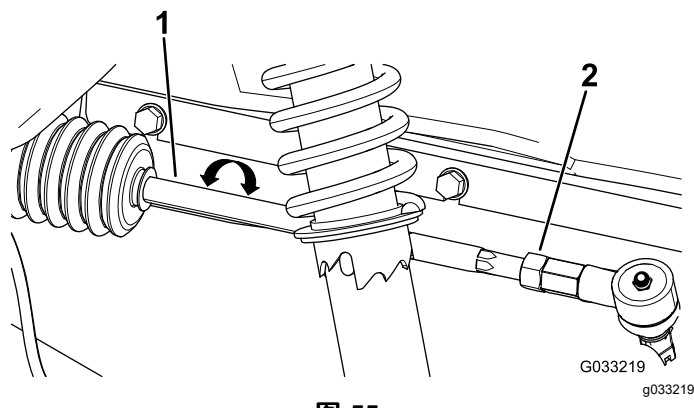

图 55
2. 如果测量值超出 06mm 应松开横拉杆外端的锁紧螺母 图 55。